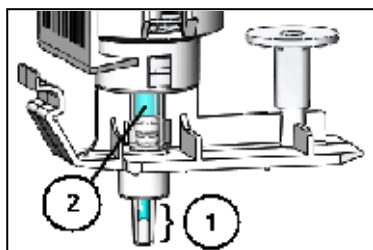

図 1 ディスペンサー先端部
- (1) 試薬は必ず貯蔵方法に従って保存し、凍結など指定の条件以外で保存したものや使用期限を過ぎたものは使用しないでください。
- (2) 試薬を装置にセットする場合は、必ずキャップとストッパーを外してからセットしてください。
- ① ノズル先端(図 1-①)に析出物(乾燥した試薬・ゼリー状析出物)が付着していないことを確認してください。付着物が認められた場合、ピンセットなどで付着物を取り除いてください。
- ② ノズル先端(図 1-①)に試薬液面があることを確認してください。先端部(図 1-①)に液面が見えない場合、手で容器天面を押し下げてノズル先端から試薬を一滴滴下させてください。試薬が滴下されない場合は数回繰り返し行い、それでも滴下されない場合はカスタマーサポートセンターへ連絡してください。
- ③ プライムチャンバー(図 1-②)内が試薬で満たされていることを確認してください。空気の混入(小さな気泡は除く)が認められる場合、手で容器天面を押し下げてノズル先端から試薬を滴下させ、流路が試薬で満たされたことを確認してください。試薬が滴下されない、又は空気の混入が取り除かれない場合は数回繰り返し行い、それでも改善されない場合はカスタマーサポートセンターへ連絡してください。